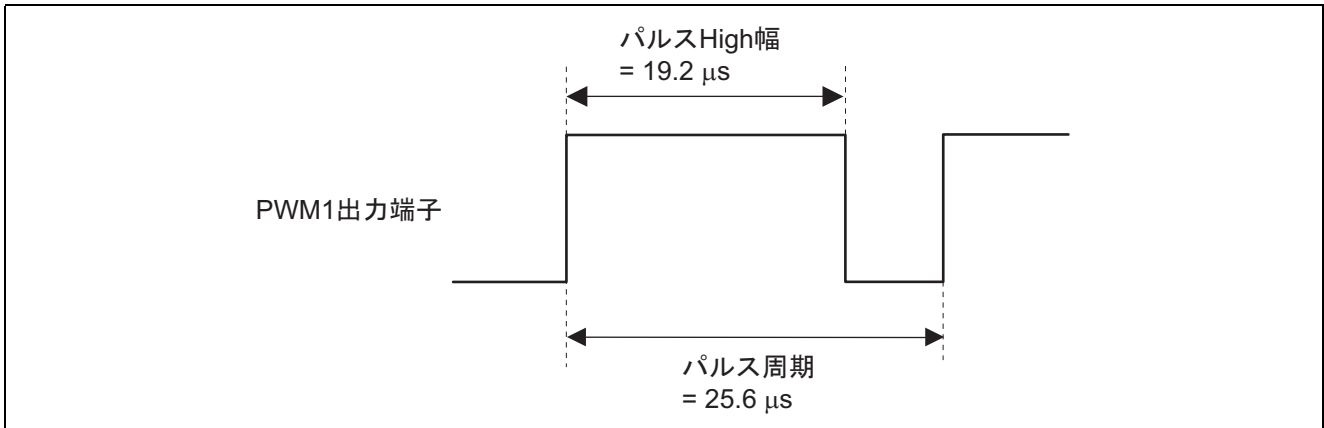

図 1 14 ビット PWM 機能によるデューティパルス出力
- 図 1 に示すように、14 ビット PWM 出力機能を使用して、PWM1 出力端子からデューティパルスを出します。